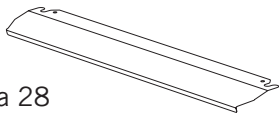

Figura 28
- 1.** Il pannello di sicurezza è concepito per proteggere il pannello di controllo e i pulsanti quando il forno è in modalità Grill. (Figura 28)